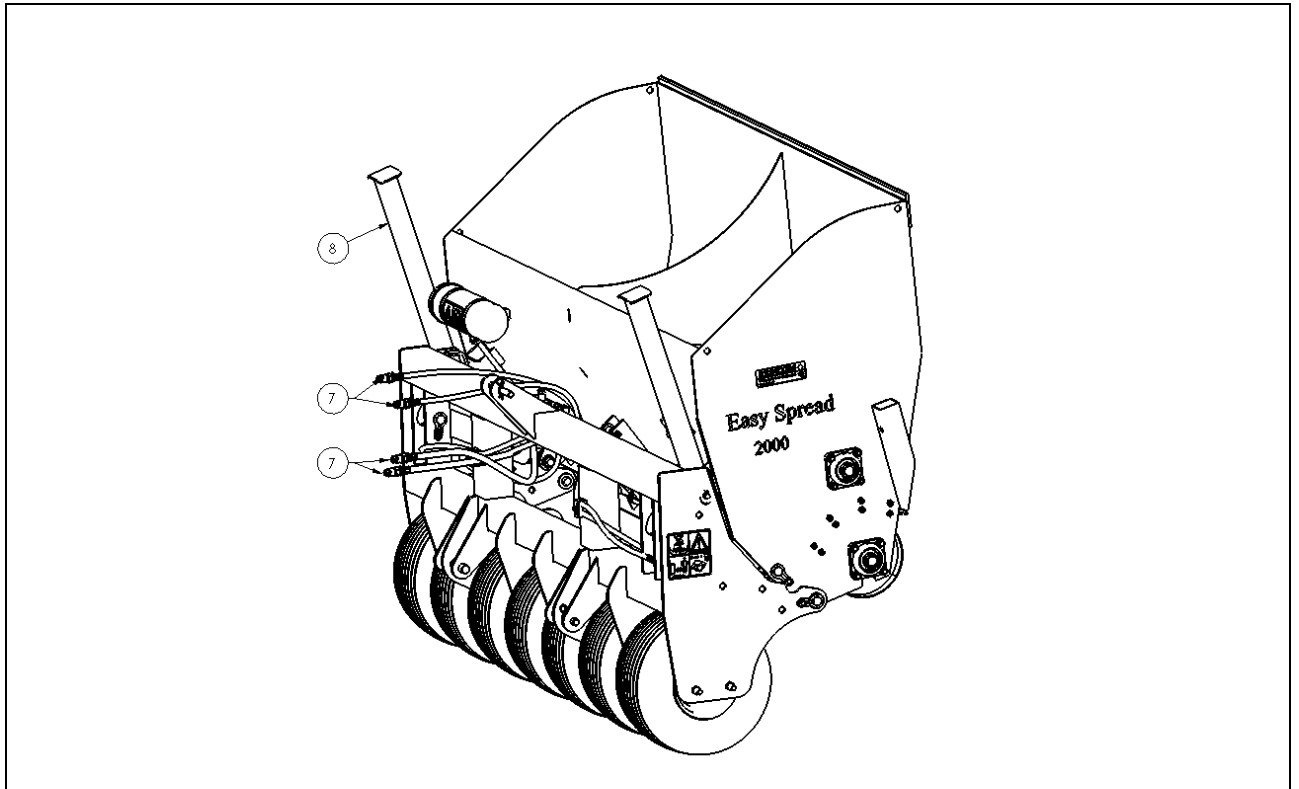

Abbildung 8
3. Verbinden Sie die unteren Verbindungsarme (5) mithilfe der Bolzen (3) und den Sicherheitsstiften (1) mit der unteren 3-Punkt-Kupplung am Rahmen.
5. Montieren Sie den Oberlenker (6) Ihres Traktors und drehen Sie ihn heraus, bis er die gleiche Höhe wie die 3-Punkt-Verbindung der Easy Spread hat.
6. Verbinden Sie den Oberlenker (6) mit dem Bolzen (4) am Rahmen. Sichern Sie die Bolzen (4) mit dem Sicherheitsstift (2).
7. Drehen Sie den Oberlenker (6), bis die Stützbeine (8) gerade keinen Bodenkontakt mehr haben.
8. Schließen Sie die Hydraulikschläuche an den Traktor (7) an. Sorgen Sie dafür, dass die zusammengehörenden Schläuche an den gleichen Anschluss angeschlossen werden. Die Schläuche zum Kippen des Behälters müssen also an den einen Anschluss und die Schläuche zur Regulierung der Streumenge an den anderen Anschluss angeschlossen werden (Abb. 8).
10. Entfernen Sie die Stützbeine (8) und montieren Sie die am Rahmen (Abb. 8).